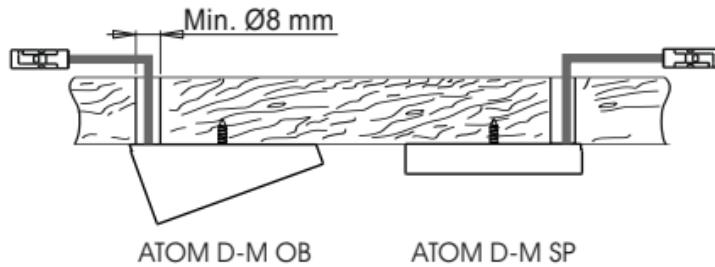

Fig 6
- If necessary, bore a $\varnothing \geq 8\text{mm}$ exit hole for the power supply cable as illustrated in figure 6.
- Für den Austritt des Netzkabels ggf. eine Bohrung mit $\varnothing \geq 8$ mm ausführen (siehe Abb. 6).
- Si besoin, pratiquer pour la sortie du câble d'alimentation un trou de ø $\geq 8\text{mm}$, comme indiqué sur la figure 6.